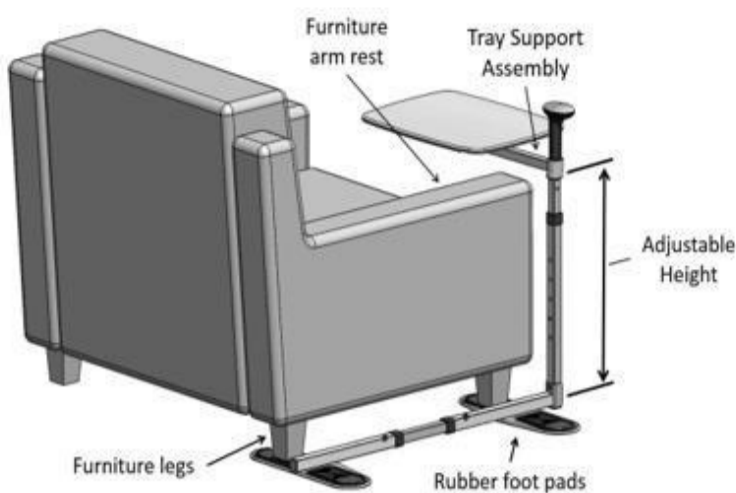
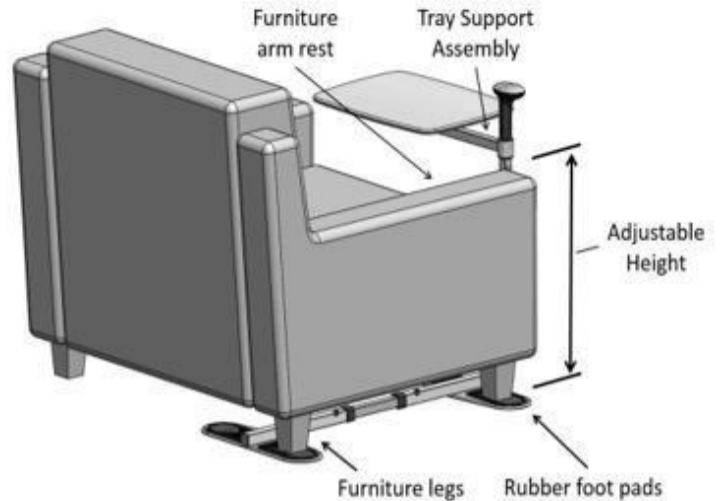

FIGURE 7
FIGURE 8
7. Réglez la hauteur de l'ensemble de support de plateau pour qu'il pivote au-dessus de l'accoudoir du meuble. **REMARQUE:** Les pieds du meuble peuvent être positionnés sur l'un ou l'autre des coussins de pied en caoutchouc, comme illustré aux FIGURE 7 et FIGURE 8.